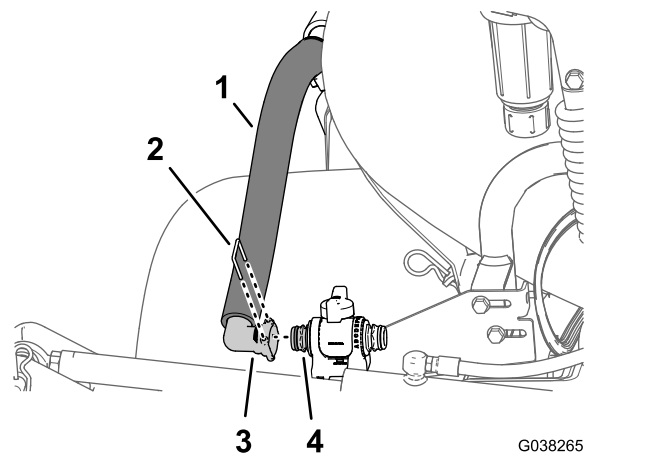

Figure 63
3. Fixez le raccord rapide à 90° du bloc de buses d'agitation au raccord rapide du régulateur d'agitation avec l'étrier fourni avec le flexible d'agitation (Figure 63).